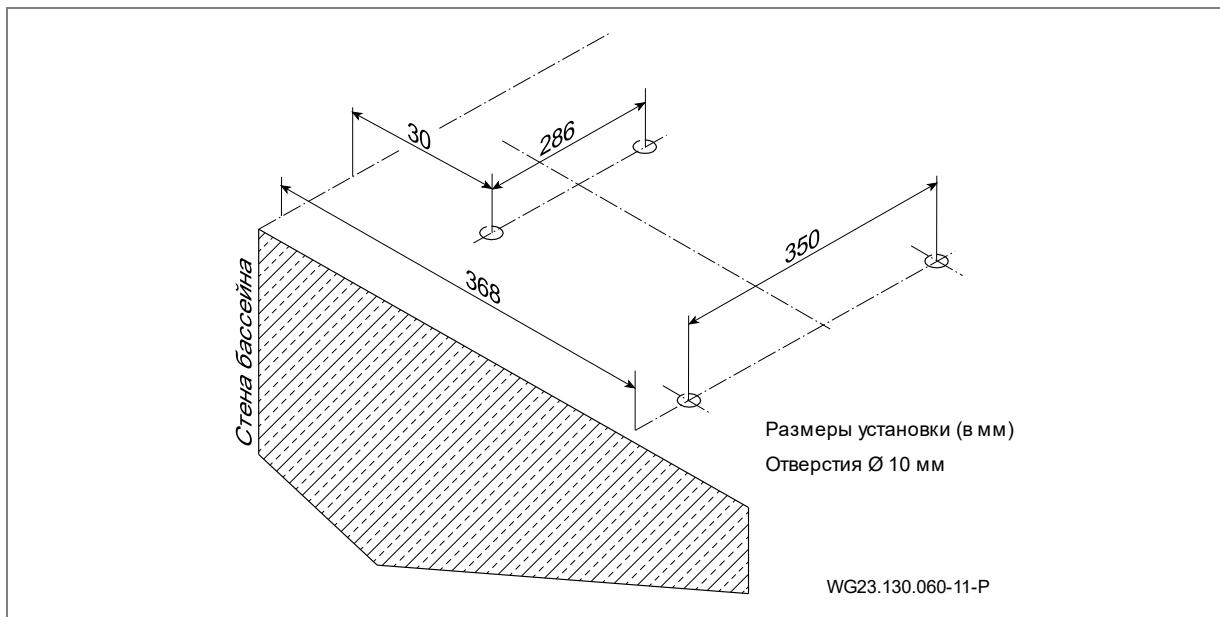
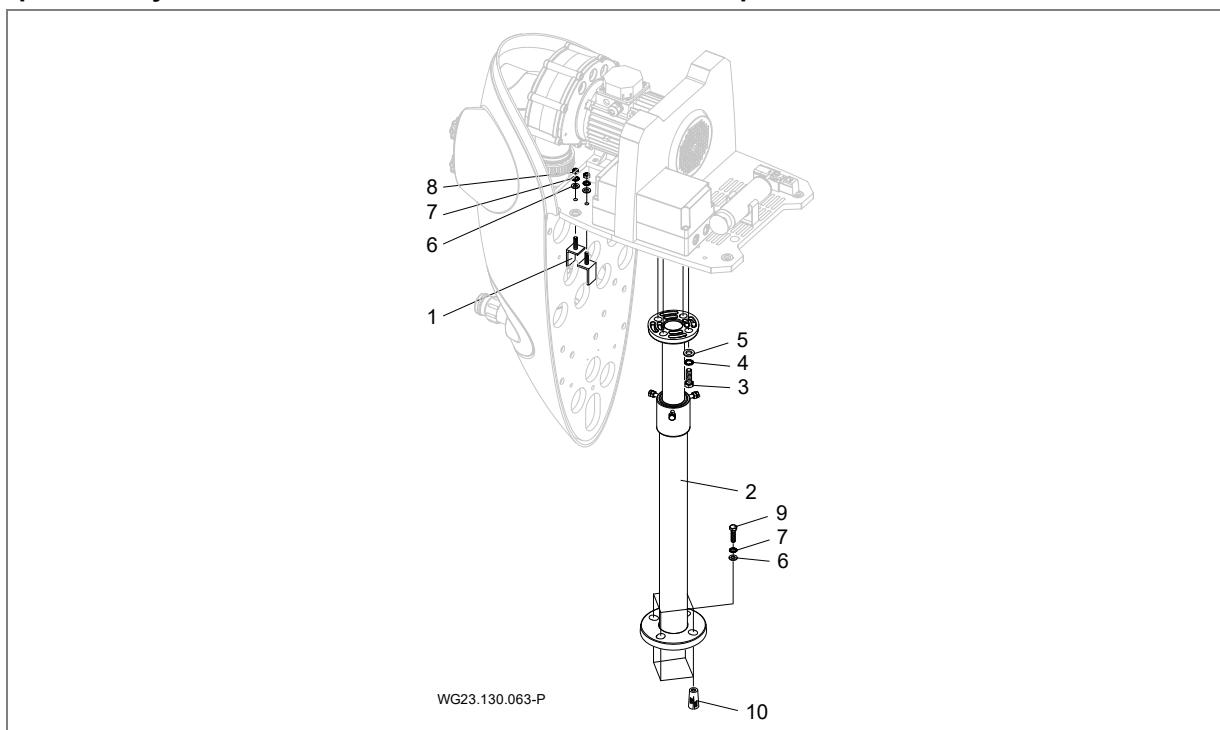
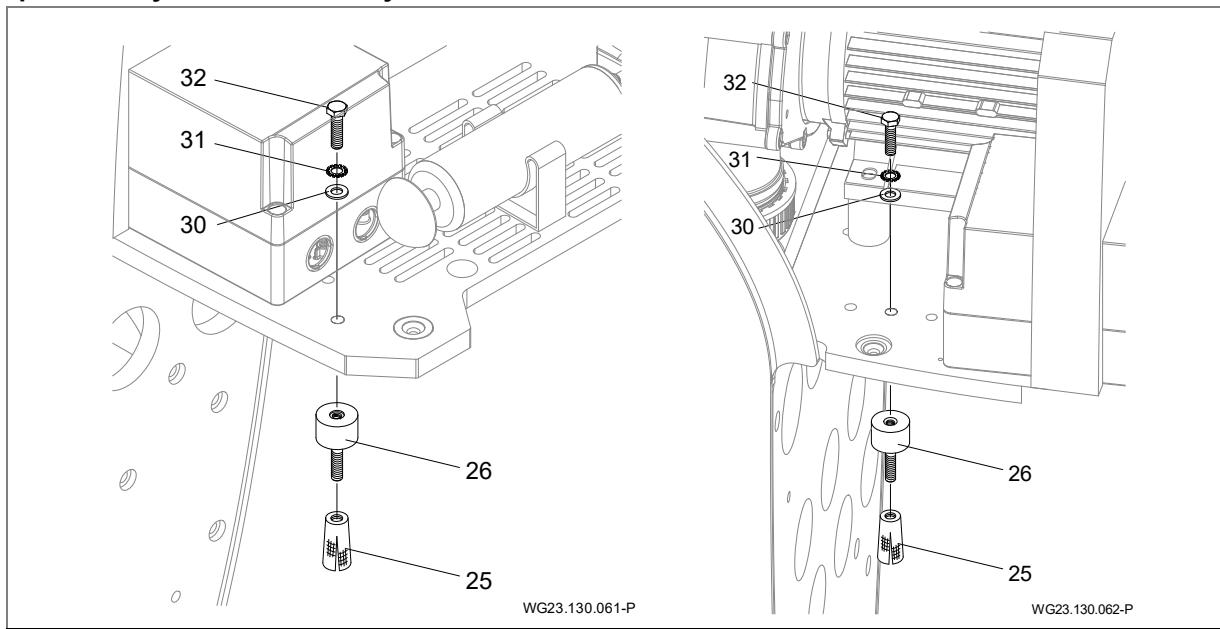

Рис. 99
Рис. 100
Рис. 101
- Место расположения следует выбрать и подготовить согласно "Рис. 99" на стр. 170. Место расположения следует выбрать и подготовить согласно. См. "Рис. 100" на стр. 170.
- Приподнимите установку и просверлите в размеченных местах отверстия диаметром Ø 10 мм. См. "Рис. 99" на стр. 170.
- Вставьте распорный дюбель (25) и навинтите резино- металлический буфер (26). См. "Рис. 101" на стр. 171.
- Разместите установку на резино-металлических буферах и закрепите ее с помощью винтов с шестигранной головкой (32), зубчатых шайб (31) и прокладочных шайб (30). См. "Рис. 100" и "Рис. 101" на стр. 171.